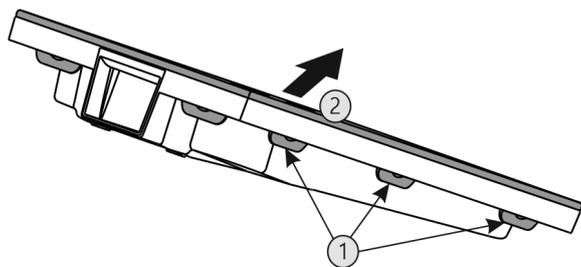

Fig. 84
- ▶ Alle Laschen Fig. 84 (1) nacheinander drücken und die Abdeckung Fig. 84 (2) entnehmen.